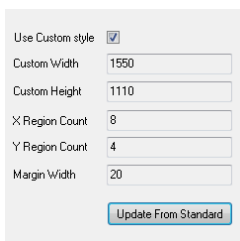

图 2.13
**Step 4** 单击 Update From Standard(从标准更新)按钮,如图 2.13 所示,即可对当前编辑窗口中的图纸尺寸进行更新。